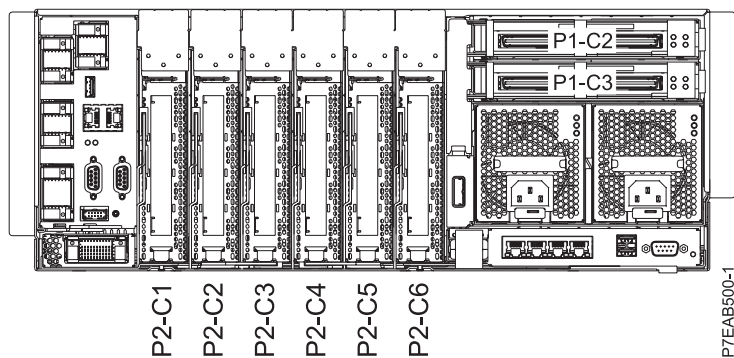

Figura 1. Vista posterior del sistema con los códigos de ubicación
- Los adaptadores GX se instalan en las ranuras GX++ P1-C2 o P1-C3, que se encuentran en la placa posterior del sistema. Consulte la Figura 1 en la página 6 para conocer la ubicación de las ranuras de adaptador GX en el sistema.
- El código de característica (FC) 1808 (adaptador IB de puerto dual DDR 12X GX++) está soportado por el sistema 8412-EAD, 9117-MMB, 9117-MMC, 9117-MMD, 9179-MHB, 9179-MHC o 9179-MHD. El adaptador GX FC 1808 GX permite la conexión de cajones de expansión 5790, 5802 o 5877. Cada uno de los adaptadores GX instalados admite cuatro cajones de expansión 5790 o dos 5802 o 5877. Los cajones de expansión 5790 se conectan utilizando cables RIO (Remote Input/Output) (FC 3168) y cables SPCN (System Power Control Network) (FC 6006). Los cajones de expansión 5802 y 5877 se conectan mediante cables 12X DDR (FC 1862, 1864 o 1865).